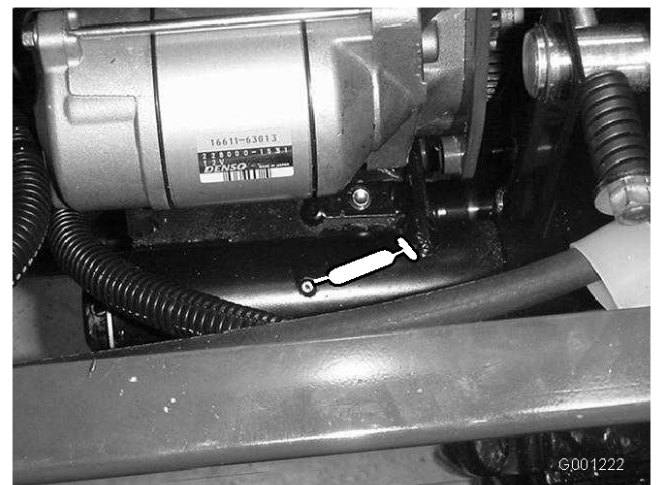

Figura 39
- Articulação da tomada de força (Figura 39)
- Rolamento traseiro da tomada de força (Figura 39)